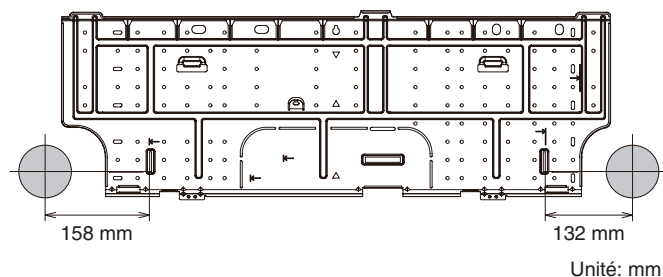

Fig. 3-6
- (1) Placer le panneau arrière de l'unité intérieure contre le mur à l'endroit choisi. Avec un niveau de charpentier ou un mètre-ruban utilisé pour mesurer à partir du plafond, s'assurer que le panneau est horizontal. Fixer le panneau arrière au mur après avoir découpé le trou.
- (2) Déterminer de quel côté de l'unité il faut percer le trou pour la tuyauterie et le câblage. (Fig. 3-6)
Dans le cas de la tuyauterie arrière gauche, utiliser les points de mesure 158 mm des emplacements marqués sur le panneau arrière pour le positionnement précis de la sortie du tuyau. (Fig. 3-6)